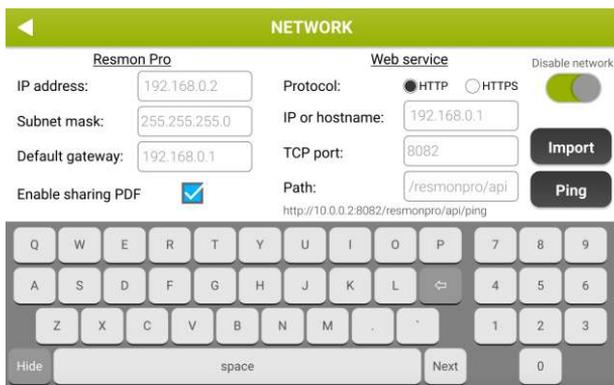

Abbildung 22 - Netzwerkeinstellungen
- Aktivieren Sie das Netzwerk mit dem Schieberegler oben rechts auf dem Display (Abbildung 22).
- Abbildung 22 zeigt die Standard-Netzwerkparameter an; das Resmon Pro wird Anfragen an den Webservice des Drittanbieters stellen, um medizinische Daten auszutauschen. Die Standardkonfiguration bezieht sich auf die Standardkonfiguration der BreezeSuite (Port 8082).